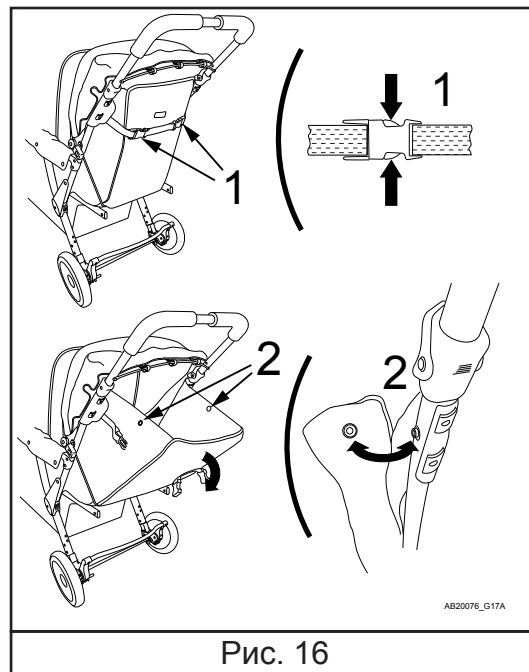

Рис. 16
Release защелками (2). Lower спинки сиденья в рабочее положение. Чтобы поднять сиденье в вертикальное положение спинки сиденья повышают и прикрепят обе пряжки (1) вместе. Connect защелками (2). Убедитесь, что пряжки и шнапс полностью заняты, прежде чем отпустить спинку сиденья. См. рис. 16.